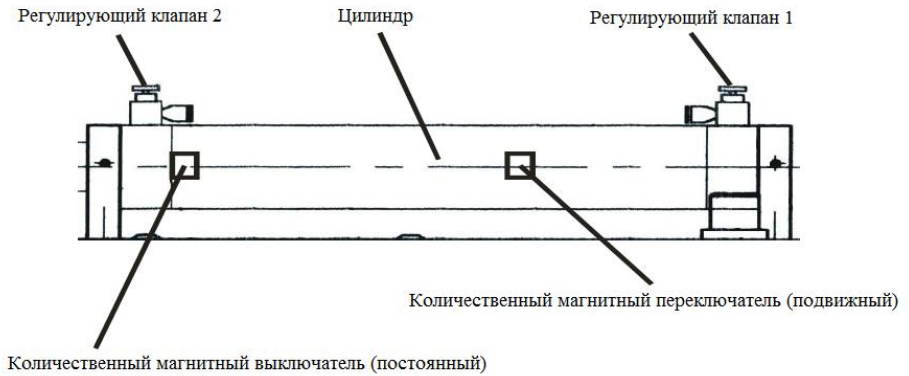

Рис. 2
9. Отрегулируйте регулирующие клапаны 1 и 2 (рис. 2), чтобы получить надлежащую скорость откачки и скорость наполнения. Для повышения эффективности работы скорость откачки 2 может быть быстрее, а скорость заполнения медленнее. (Но слишком быстрая скорость наполнения может привести к выпадению материала или пузырьков газа из бутылки и повлиять на качество наполнения).
Ослабьте регулировочные гайки и регулирующий клапан (см. рис. 2), в следующем порядке: